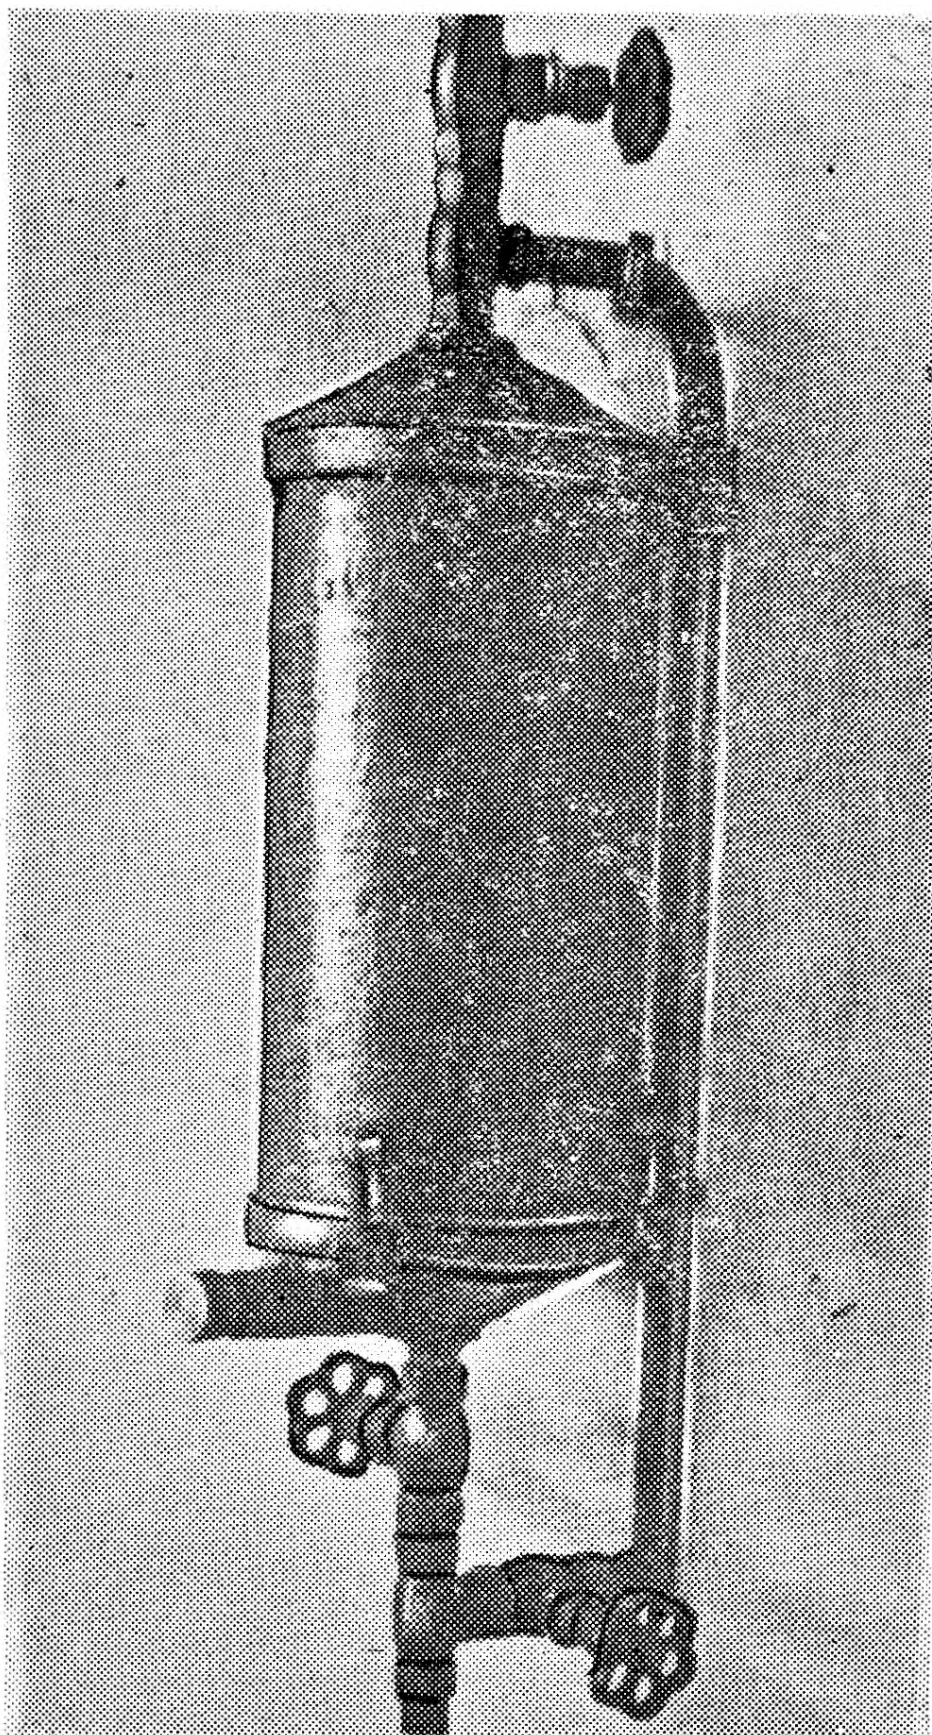

Рис. 1. Общий вид водопроводного фильтра.
Конструкция водопроводного фильтра (рис. 1 и 2) состоит из металлического корпуса (6) цилиндрической формы, имеющего в высоту 340 мм, в диаметре (наружном) 165,6 мм, толщину стенки 5 мм. В верхней части стенка корпуса имеет 10 мм вырез (паз) для крышки (3), а в нижней части — 15-миллиметровый поясok с резьбой для навинчивания нижней крышки (8).